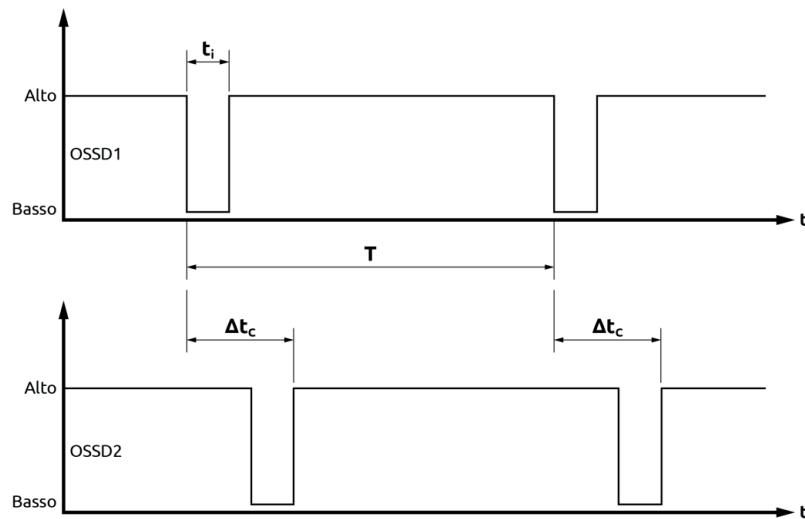

Figura 29 - Temporizzazione degli impulsi di test OSSD
- Per un collegamento più rapido e sicuro, Lovato Electric consiglia di utilizzare i connettori splitter, come illustrato in Figura 29 e Figura 30.